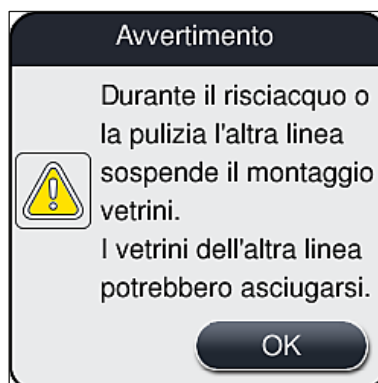

Fig. 96
2. Quindi premere il pulsante **Risc./Pulizia** della relativa linea montavetrini sinistra (→ Fig. 95-2) o destra (→ Fig. 95-3) e confermare il messaggio di avviso selezionando **OK** (→ Fig. 96).
4. Prendere nota dei successivi messaggi informativi (→ Fig. 96), (→ Fig. 97) e (→ Fig. 101) e confermarli ciascuno con **OK**.